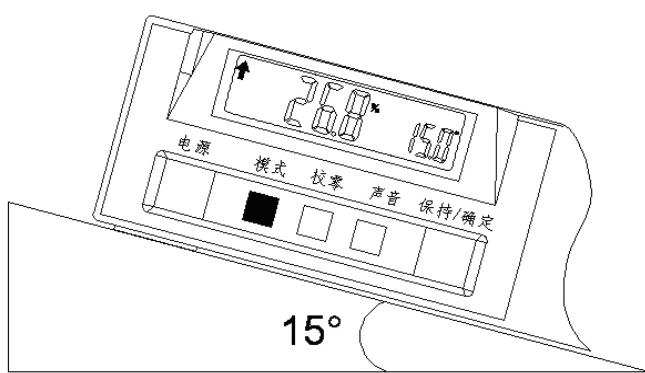

图 G-5
**设置方式：**通过【模式】按钮设置，见图 G-5 所示；
**设置方法：**轻压【模式】按钮一次，切换到高长比测量模式，坡度计液晶显示区中间显示“%”，左侧小字体显示测量角度，右侧大字体显示高长比（即测量角度的正切值），见图 G-5；
- 1) 轻压【模式】按钮两次，切换到相对角测量模式，坡度计液晶显示区中间显示“ABS”，见图 G-5；